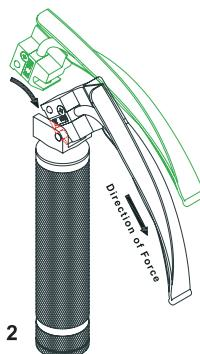

Fig 2
1. Innestare la lama allineando la scanalatura della lama sul perno del gancio del manico e applicare una forza sufficiente di 10N-45N per agganciarla come mostrato in Fig. 2.
Occorrerà sempre provare le lame del laringoscopio e il manico dopo la pulizia / disinfezione / sterilizzazione e prima dell'uso. Per effettuare la prova, collegare la lama del laringoscopio al manico e tirarla finché raggiunge la posizione ON come in Fig. 2. Se l'unità non si accende o in presenza di starfallio, controllare la lampada / le batterie e i contatti elettrici. Assicurarsi di disporre di un'adeguata fornitura di lampade, batterie di ricambio e parti di ricambio subito disponibili. Se il problema persiste, si prega di contattare il fornitore.